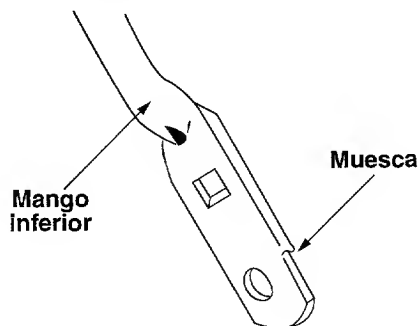

Figura 14
- Gire el mango inferior de la cortadora de manera que la muesca en el fondo del mango inferior esté orientada hacia adelante según se muestra en la Figura 14. Reensamble, colocando los orificios inferiores del mango sobre las clavijas soldadas en el soporte de montaje del mango.